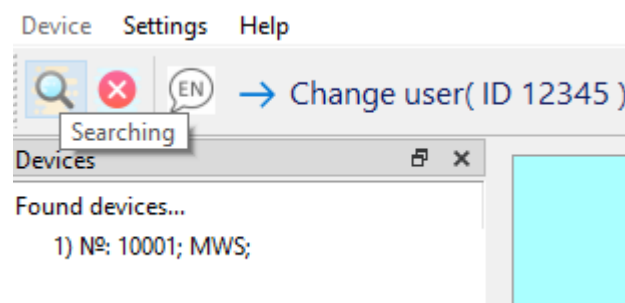

Fig. 10. Device search
- 4) Click the button “Searching” (Fig. 10).